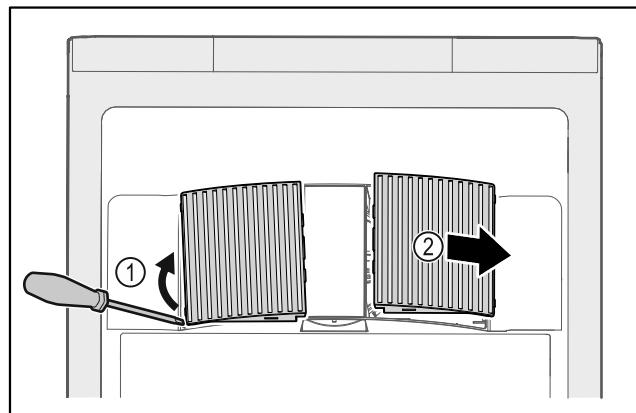

Fig. 144
- Ventilatorabdeckungen vorsichtig von der Seite herausheben Fig. 144 (1) und nach vorne abnehmen Fig. 144 (2).